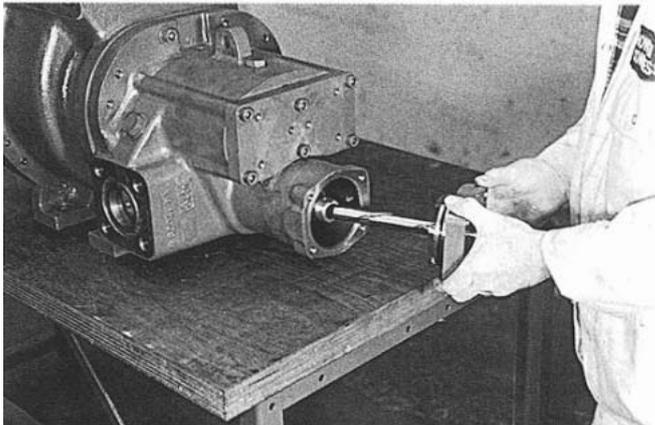

Рис. 148
36. Убедитесь, что штифт шпинделя привода находится на месте, установите индикатор на выходном кожухе. (Рис. 148)